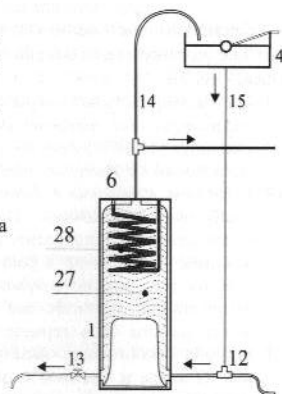

Рис. 6
2. Обеспечение безопасности эксплуатации котла, с баком расширительным открытого типа (Рис. 6).